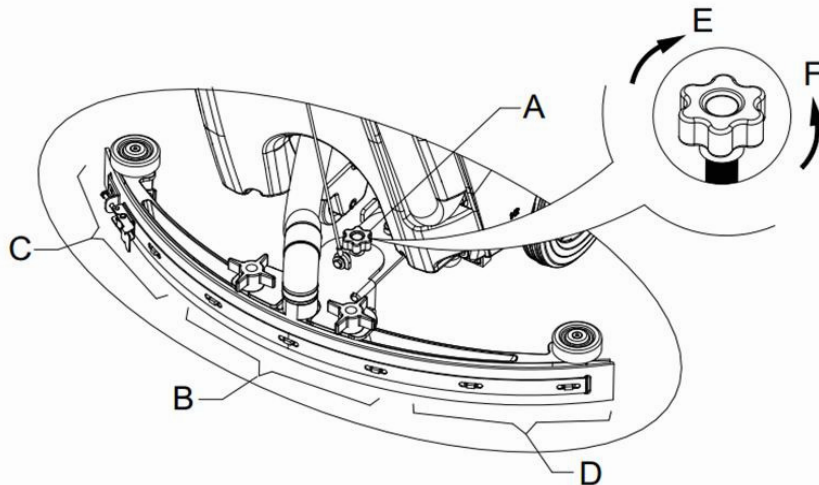

Figura 9
10. Regolare il tergipavimento per mezzo della manopola di regolazione (A) del tergipavimento (vd. **Figura 9**).